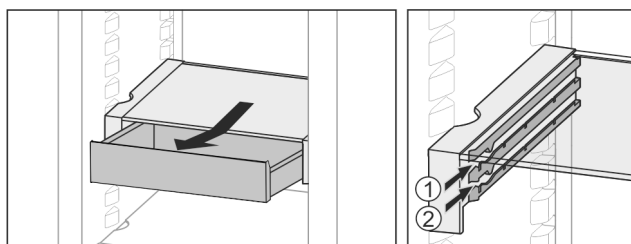

Fig. 31
- ▶ На любой высоте Fig. 31 (1) или Fig. 31 (2) вставить.